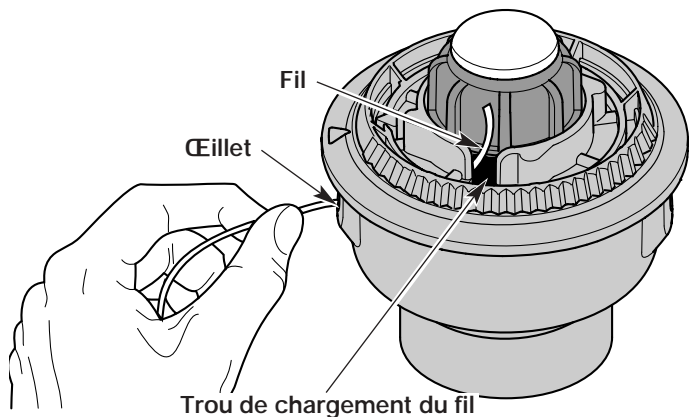

Fig. 21
3. Tirez le vieux fil des trous de chargement et de blocage du fil (Fig. 21 et 22).
4. Insérez un morceau de fil dans l'un des deux œillets de la bobine extérieure. Enfoncez-le dans le trou de chargement du moulinet intérieur (Fig. 21). Ne pliez pas le fil en l'insérant dans l'œillet.